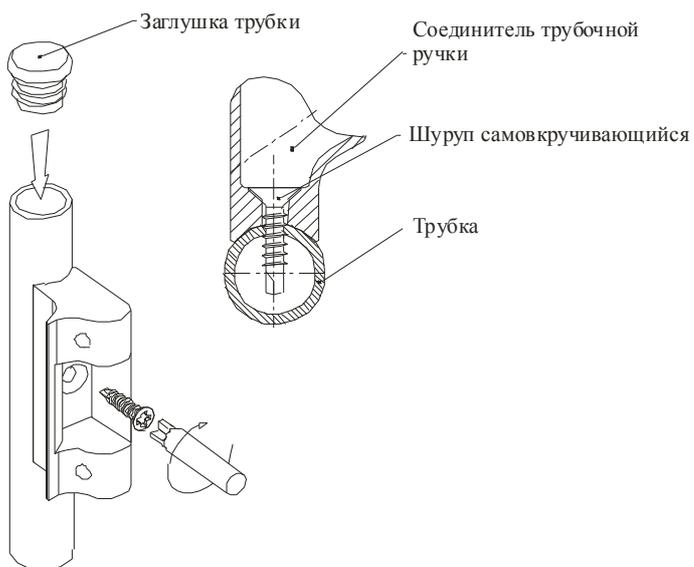

Рисунок 4
4. Вдавливаем заглушки в два конца трубки (рисунок 4).